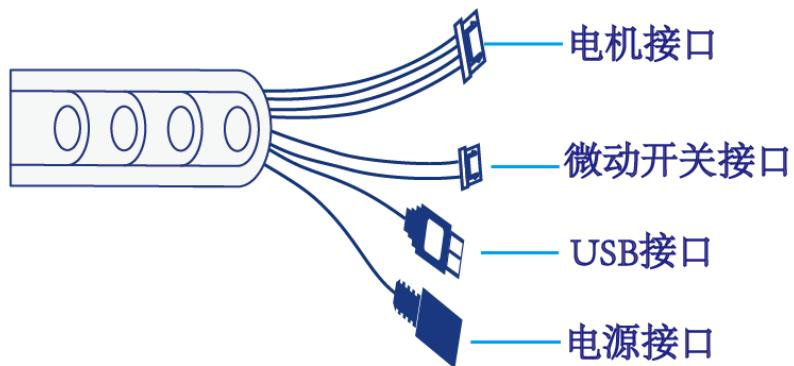

图 5.189 坦克链另一端接口
**步骤 6** 将坦克链另一端的接口分别连接至电源、PC机USB接口、滑轨电机接口以及微动开关接口。 坦克链另一端接口如图 5.189所示。